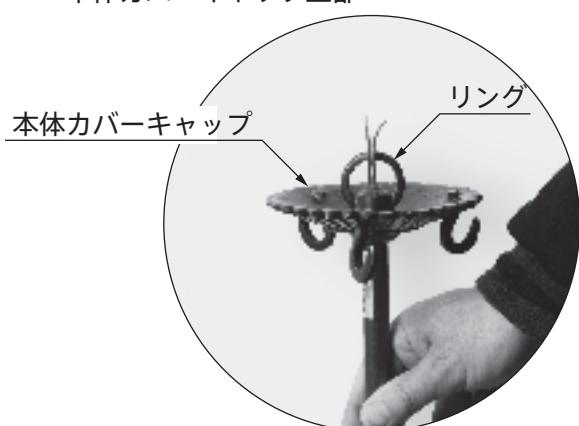

図3
4. 本体力カバーキャップのリングをチェーンの先のスプリングフックに引っ掛け固定します。 (図3)